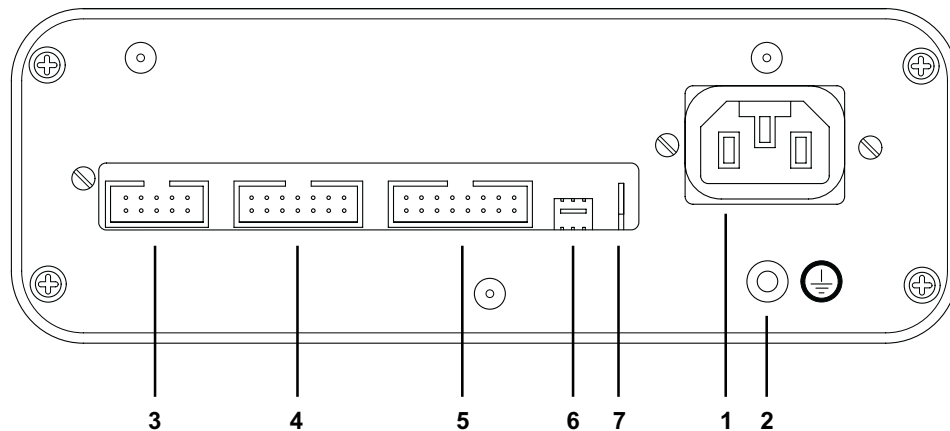

Figura 2: Interfaces del aparato verificador
- debe conectarse el verificador de monedas respectivo con el aparato verificador mediante las interfaces visualizadas en la figura 2, así como el siguiente cable de banda.
- Conectar en caso dado la línea de señal de hilo en el aparato verificador y el verificador de monedas (vea figura 2).
- Conectar el aparato verificador a la masa mediante la conexión de masa y el cable de puesta a tierra (vea figura 2).
- Alimentar el aparato verificador con la corriente mediante la conexión a la alimentación de corriente y el cable de alimentación de corriente (vea figura 2).